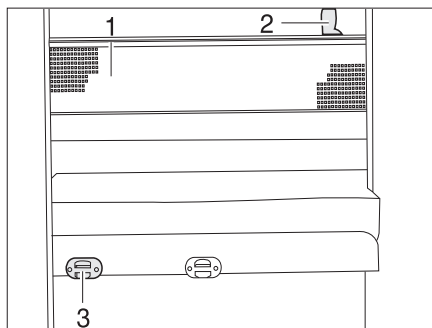

Fig. 177 Filet de sécurité
- Accrocher l'échelle de montée par les longerons sur le bandeau (Fig. 177,3) installé sur le cache.
Le filet de sécurité (Fig. 177,1) de série est rangé entre le matelas et le sommier à lattes. Ne tendre le filet de sécurité qu'une fois que la personne se trouve dans le lit.
- Faire s'enclencher les sangles de retenue (Fig. 177,2) dans les œillets du plafond.